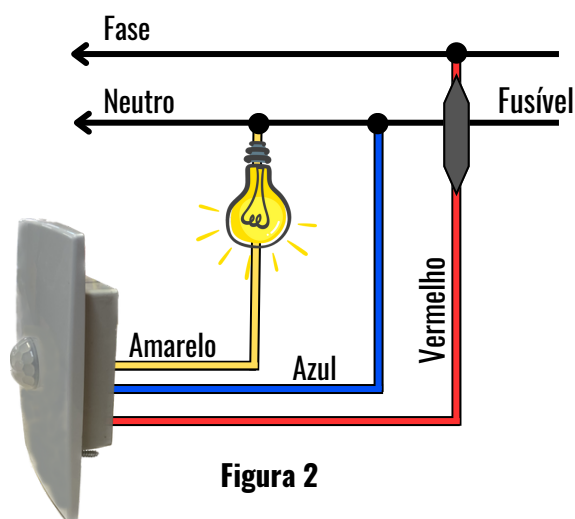

Figura 2
3. Identifique os fios Fase, Neutro e Retorno e onde eles serão instalados, conecte-os conforme a figura 2, tomando cuidado para não invertê-los;